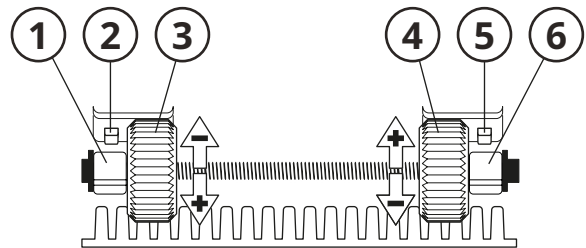

Fig. 7
3. **Grobeinstellung der Endlage beim Abrollen:** Die Trommel von der Motorseite aus gesehen gegen den Uhrzeigersinn drehen, bis das Abrollrad (3, Fig. 7) vom Stopp-Clip aufgehalten wird (1). Zu erkennen ist dies an einem klappernden Geräusch.
- 5. Den Stopp-Clip zum Abrollen entfernen (1, Fig. 7).
- 9. Den Stopp-Clip zum Aufrollen entfernen (6, Fig. 7).
2. Die Endlagen durch Schrauben an den Auf- und Abrollrädern justieren (3, 4, **Fig. 7**).